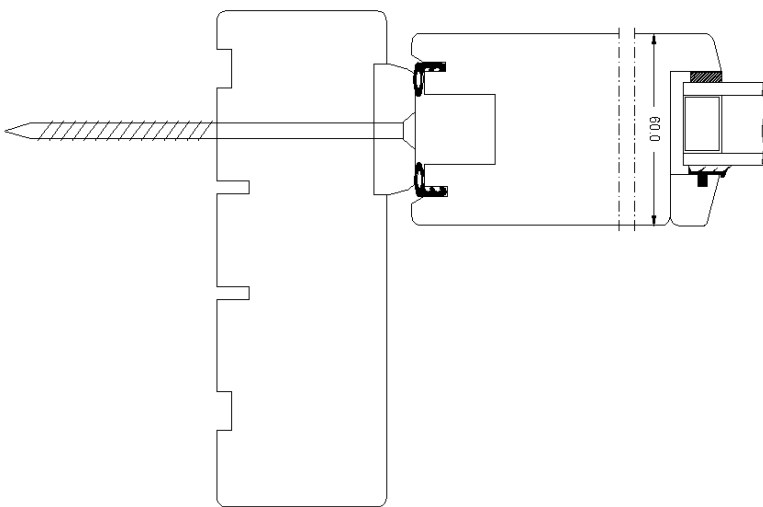

Fig 1
3. Karm skruerne monteres som vist på Fig 1